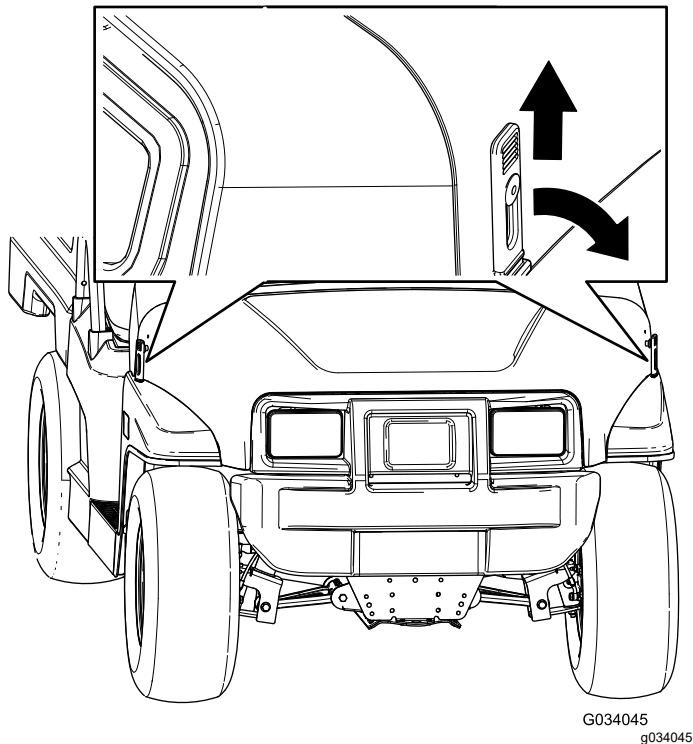

Figure 23
1. Soulevez la poignée des loquets en caoutchouc de chaque côté du capot (Figure 23).
2. Fixez le capot en alignant les loquets en caoutchouc sur les ancrages de verrouillage de chaque côté du capot (Figure 23).